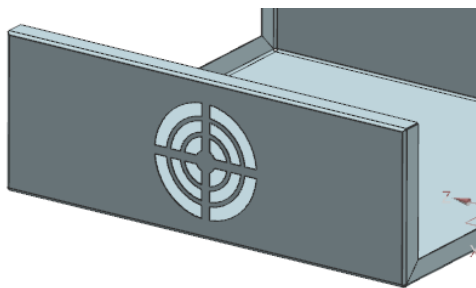

图 6-100 创建法向除料特征
(5) 在“法向除料”对话框中，单击<确定>按钮，创建法向除料特征，如图 6-100 所示。